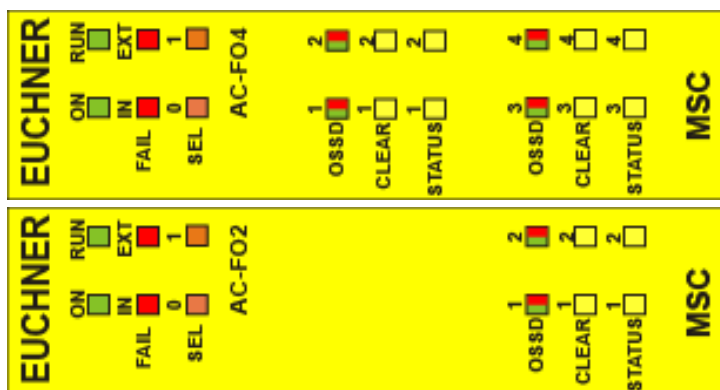

Figure 35:
8.4.8. Modules AC-F02/AC-F04 (Figure 35)